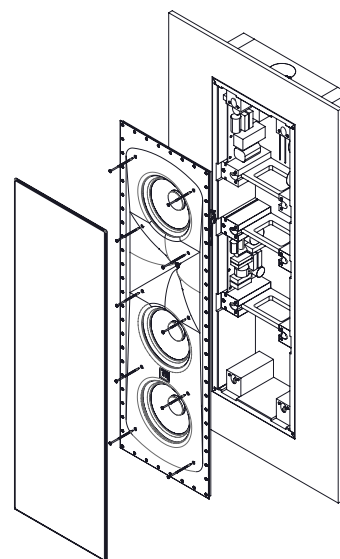

Figura 18
4. Fixe o baffle à caixa traseira usando os dez parafusos fornecidos (Figura 18). Inicialmente, aperte os parafusos de montagem do centro.